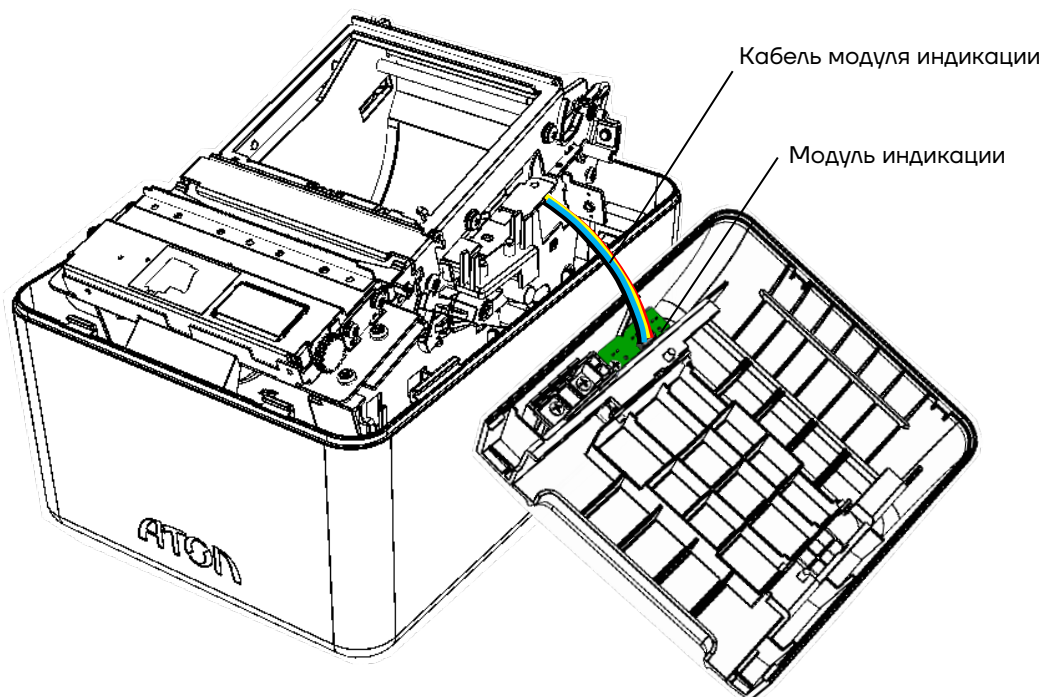

Рисунок 16. Модуль индикации, подключенный кабелем
- 15** Подключить кабель к модулю индикации (рисунок 16).